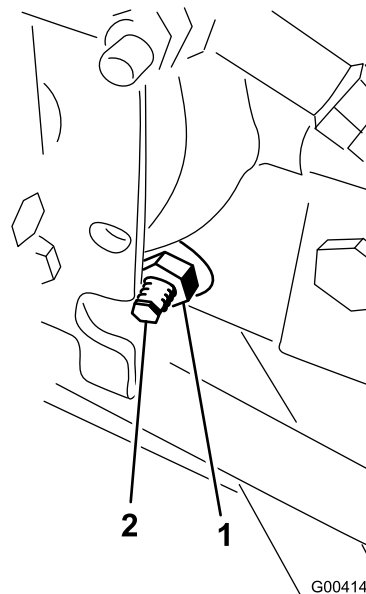

Figura 83
3. Dal lato destro dell'idrostat, allentate il dado di bloccaggio sulla camma di regolazione della trazione (Figura 83).